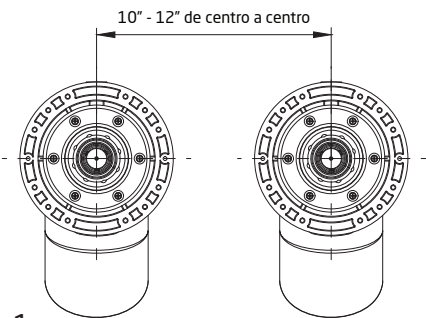

Figura 1
- Para dos y tres sistemas de chorro, las carcacas de chorro **deben instalarse lo más cerca posible de centro a centro hasta 10" para obtener el máximo rendimiento. NO instalar la carcaca de chorro a más de 12" de distancia del centro.** (Ver la Figura 1 y 1A)